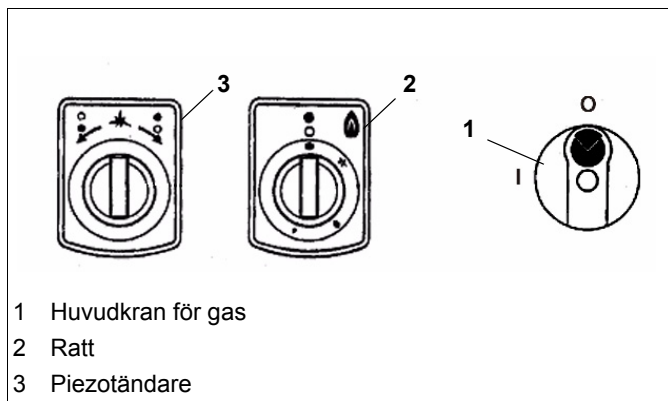

Fig.9 Kontrollpanel
- ⇒ Öppna vattenkranen (4/ Fig.9) tills tråget är fullt.
Ratten (2/ Fig.9) har fyra huvudinställningar:
- ⇒ Tryck in ratten (2/ Fig.9) helt.
- ⇒ Tryck in ratten (2/ Fig.9) helt och håll den så.
- ⇒ Tänd samtidigt gasen som kommer ut ur tändlågas brännare med piezotändaren. Brännaren tänds genom att vrida ratten (3) med- eller moturs.
- ⇒ Tryck in ratten (2/ Fig.9) lite och vrid den moturs från tändning av tändlåga (★) till högsta inställning (🔥). Den högsta inställningen (🔥) är lika med maximal brännareffekt..
- ⇒ Tryck in ratten (2/ Fig.9) helt och vrid den moturs från den högsta inställningen (🔥) till den lägsta inställningen (🔥). Lågan blir därvid mindre och mindre. Huvudbrännaren har minsta effekt med låg inställning (🔥).
- ⇒ För att gå tillbaka från låg inställning (🔥) till hög inställning (🔥), tryck in ratten (VB, HB / Fig.9) helt och vrid den medurs.
- ⇒ Vrid ratten (2/Fig.9) till den högsta inställningen (A).
- ⇒ Ställ in en koktemperatur med reglaget (2/Fig.9), som är lämplig för den kvantitet och kvalitet av mat som skall kokas.
- ⇒ Vrid tillbaka ratten (2/Fig.9) medurs från den höga inställningen (A) till tändning av tändlåga (★). Gasförsörjningen till huvudbrännaren stoppas och lågan släcks. Tändlågans låga fortsätter att brinna och kan användas för ny tändning av huvudbrännaren.
- ⇒ Tryck in knappen (2/Fig.9) lite och vrid den medurs från tändning av tändlåga till Av. All gasförsörjning stängs av och tändlågan släcks.
- ⇒ Stäng av huvudbrännare och tändlåga (2/Fig.9).
- ⇒ Stäng huvudkranen för gas (1 / Fig.9). Vid användning av flytande gas, stäng även flaskans eller tankens ventil.